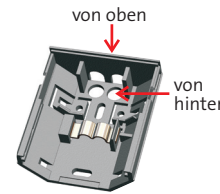

Abb. 2 Kabeleinführung
- Die vorgesehenen Einführungsstellen für Kabel mit Schraubendreher in der Silikondichtung durchstechen, Abb. 2.